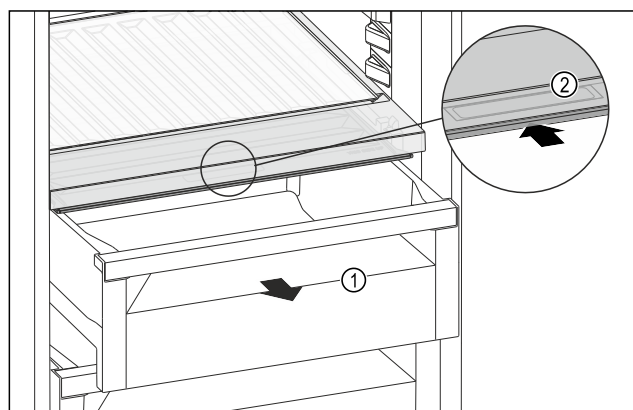

Fig. 123
- ▶ Izvlecite predal Fig. 123 (1).
- ▶ Primite prijemalno vdolbino Fig. 123 (2) na pokrovu predala in pokrov predala istočasno potisnite nazaj.